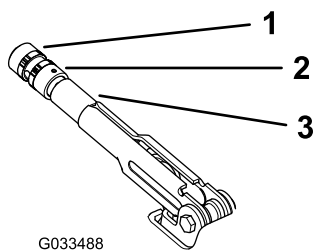

図 57
2. 調整ノブをブレーキレバーに固定している固定ねじをゆるめる 図 57。
3. ノブ 図 57 を回し、20-22kg 程度の力でブレーキを作動させられるように調整する。
4. 調整が終わったら固定ねじを締める 図 57。